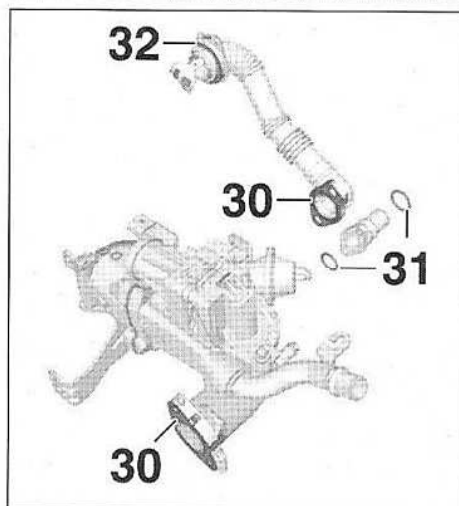

FIG.124
- Reposer les joints (30), (31) et (32) (Fig.124).
*Respecter la position des ergots de maintien des joints (30) et lubrifier avec de l'huile moteur les joints (31).*